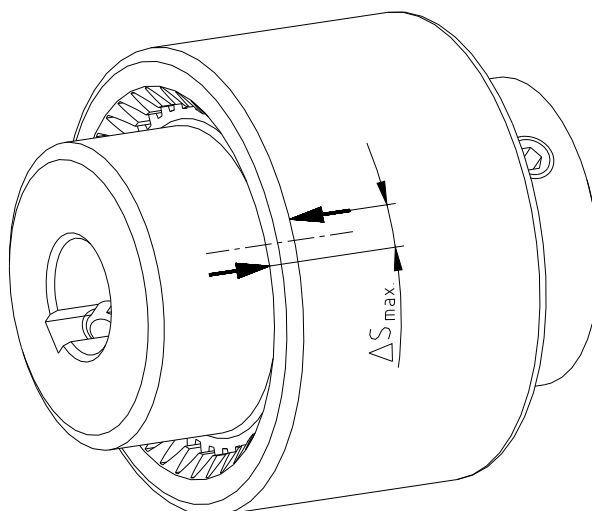

Figura 13: Marcas en el casquillo y el mangón
- Marque el casquillo y el mangón (ver figura 13).